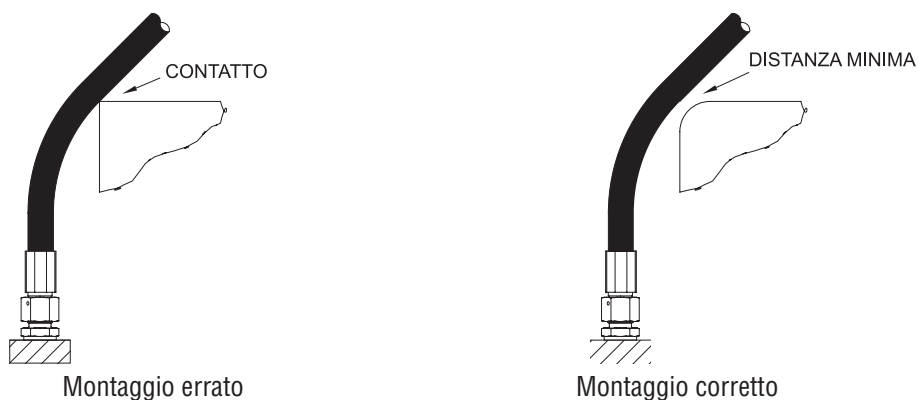

Fig. 6
6. Al fine di evitare danneggiamenti del tubo flessibile causati da fattori esterni è necessario eliminare azioni meccaniche indesiderate ed impedire lo sfregamento del tubo flessibile con i componenti della struttura portante o con altri tubi. Prevedere un'opportuna posizione di montaggio dei tubi flessibili ed un fissaggio adeguato. Se necessario, proteggere il tubo flessibile con guaine o simili. Le parti con spigoli vivi devono essere coperte o eliminate (Fig.6).